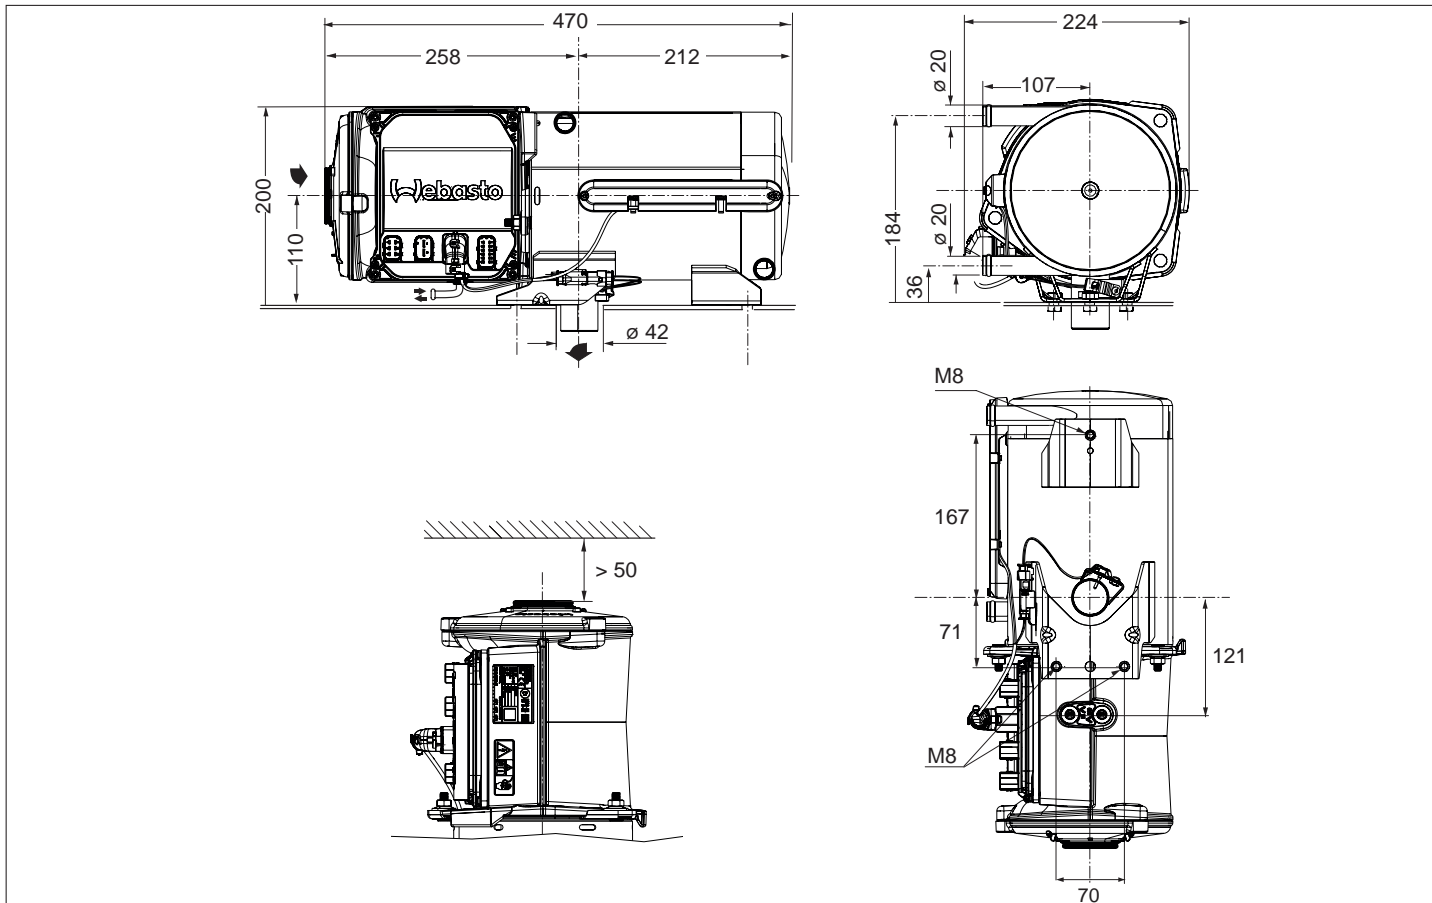

Fig. 04: Dimensioni, distanze minime (in mm)
- ▶ Rispettare lo spazio necessario per il montaggio, v. Fig. 04.